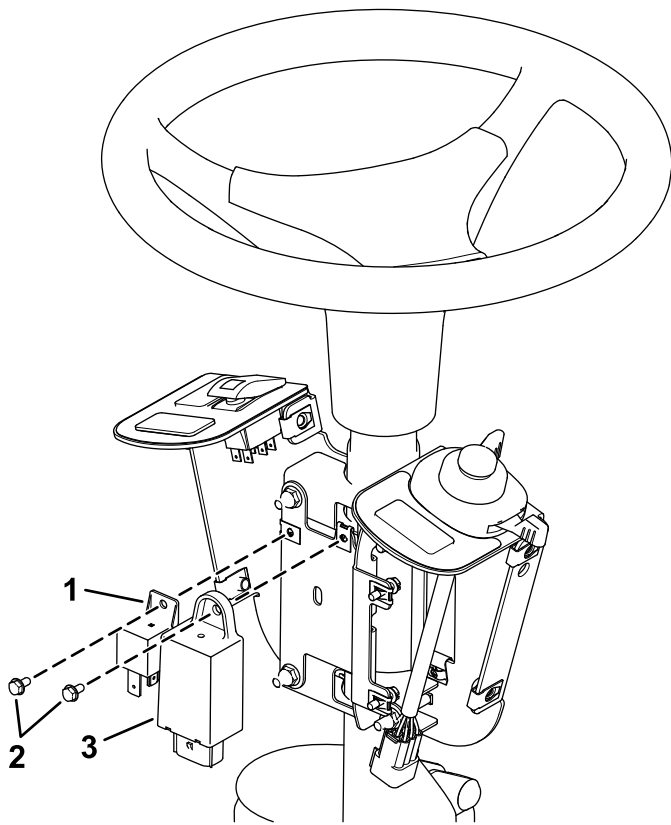

Figura 7
4. Instalai unitatea de semnalizare i releul pe placa de montare a siguranei folosind 2 uruburi (#10 x 3/8") aa cum se arata in Figura 7.